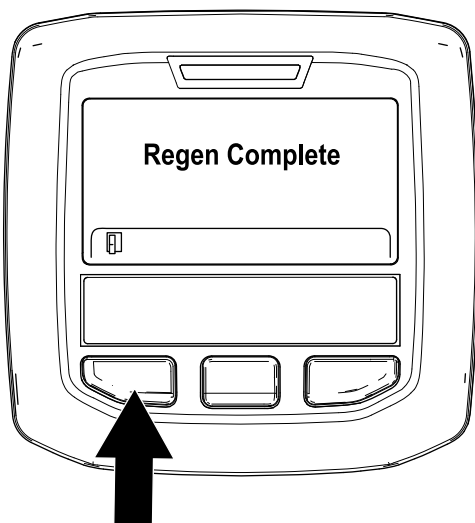

Рисунок 40
9. Когда регенерация с парковкой будет завершена, на дисплее инфо-центра появится сообщение «Regen Complete» («Регенерация завершена»). Нажмите левую кнопку, чтобы перейти на главный экран (Рисунок 40).